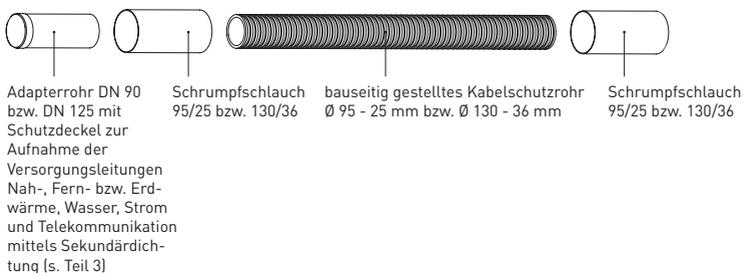

Abbildung 7.1: Verlängerungsset
7. Produktbeschreibung (s. Abbildung 7.1)